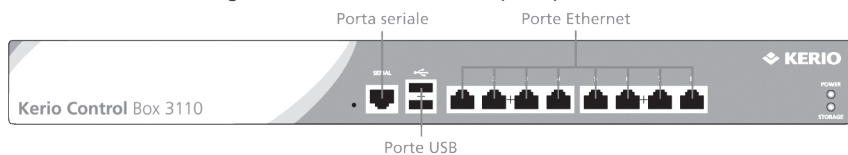

Figura 2 Kerio Control Box 3110 (parte anteriore)
- Unità di controllo Kerio serie 3000: appliance 1U (vedere figura 2).